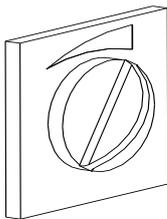

Fig. 6: Drosselklappe
- Drosselklappe, sofern vorhanden, ganz öffnen (*siehe Fig.6*).
- Sobald nach einigen Minuten die Holzscheite rundherum gut angebrannt sind (*siehe Fig.8*), Verbrennungsluftklappe um ca. 50 % schließen (Regler auf Mittelstellung bringen – *siehe S.8 / Fig.2*) bzw. die Drosseklappe, sofern vorhanden, um 50 % schließen (Griff nach links – *siehe Fig.6*).
- Tür langsam öffnen. So entstehen keine Verwirbelungen, die Rauchgase austreten lassen. Drosselklappe, sofern vorhanden, ganz öffnen (siehe S. 10 / Fig. 6).